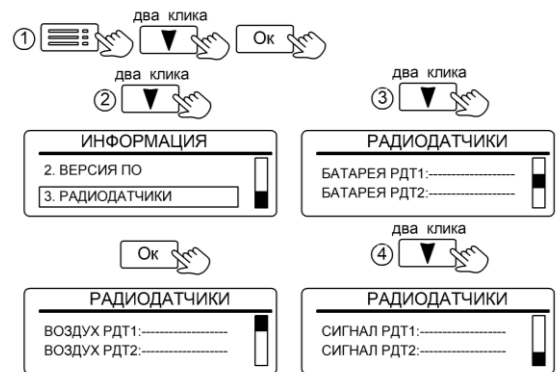

Рисунок 31. Вид вкладки «РАДИОДАТЧИКИ»
**11.3.4 Окно «4.ВЕРСИЯ ПО»** отображает информацию об установленной версии программного обеспечения (рис. 31).